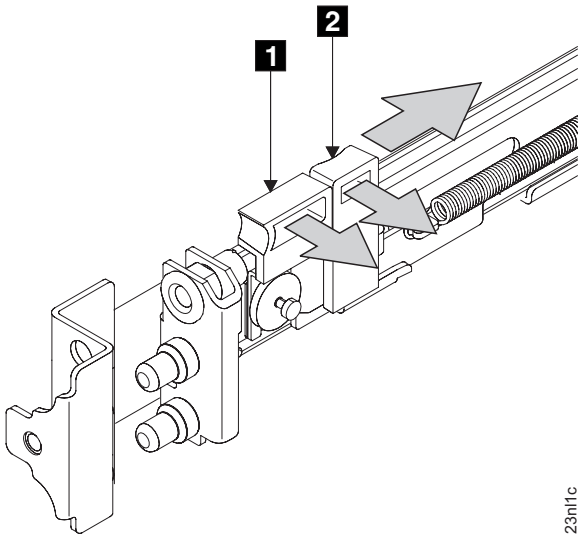

図 60. 前部ラッチ・ロック・キャリア・アセンブリーを開く
- ラッチ・レバー **1** をレール (図 60) の終端の方向に移動しながら、ラッチ・ロック **2** をレールから離れる方向に静かに押します。ラッチ・ロック・キャリア・アセンブリーが、ばねの強度でスライドします。